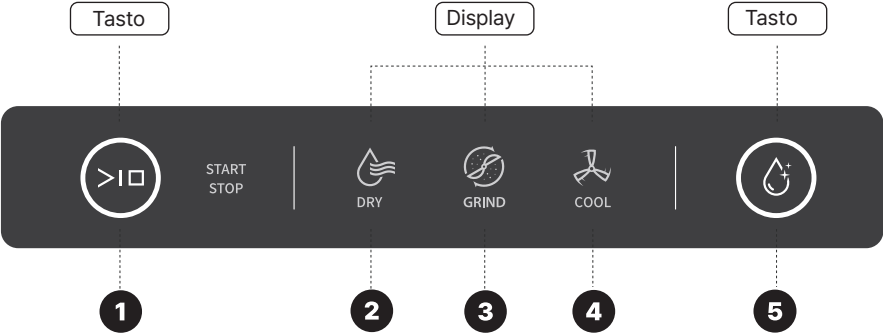

Fig. 2.1
- Per disattivare le istruzioni vocali, tenere premuto il tasto "Clean" (5, Fig. 2.1) per più di 5 secondi, con lo sportello aperto o chiuso; si sentirà: "La funzione di istruzioni vocali è stata disattivata."
Premere il tasto "Clean" situato sul lato destro dell'apparecchio (vedi anche 5, Fig. 2.1).